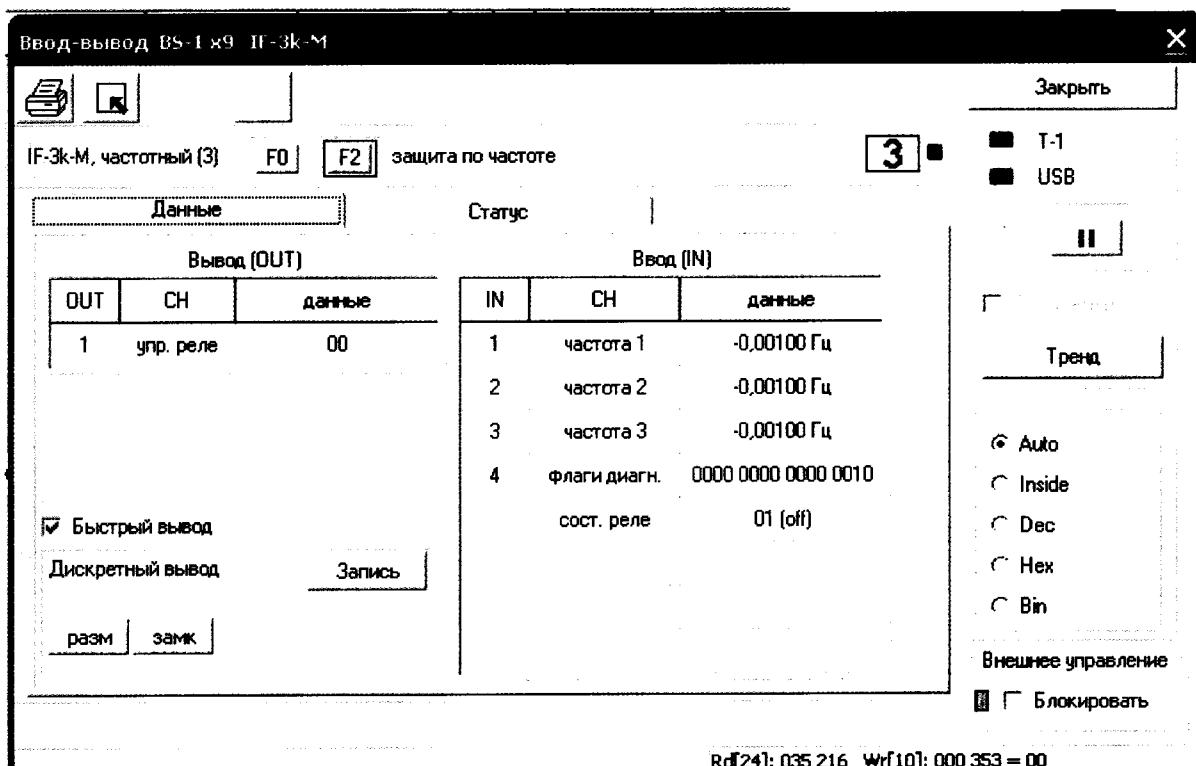

Рисунок 9
7.4.3.3 В окне «Модули BS-1», нажатием на кнопку «Ввод/вывод» войти в окно «Ввод/вывод». На запрос «Включить расширенный ввод?», нажать кнопку «Yes». В окне «Ввод (IN)» будет отображаться измеряемая частота (рисунок 9).